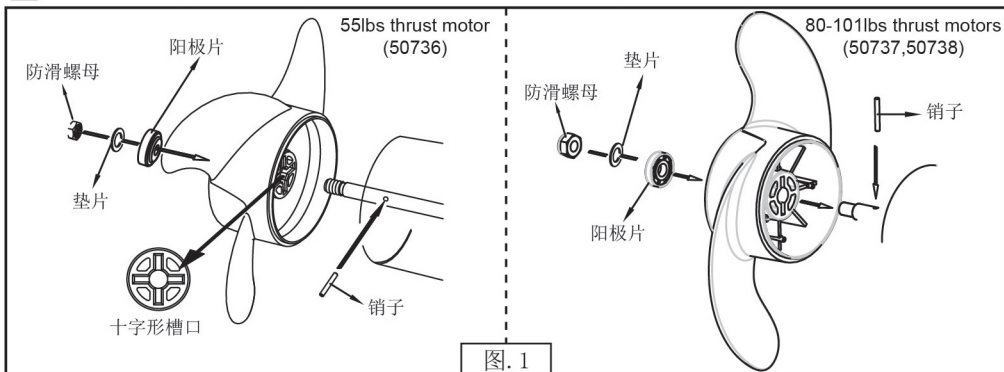

图. 1
① 螺旋桨安装
1. 首先将螺旋桨固定销以水平方向穿进电机轴销孔内，再把螺旋桨装入电机轴上（螺旋桨背面的销槽必须与固定销对正装合）最后把阳极片、不锈钢垫片和螺母安装入电机轴上。（如图. 1）